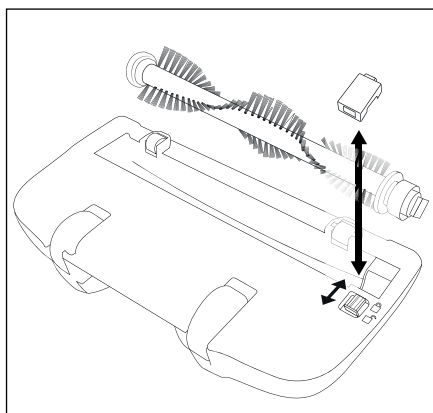

Fig. 5
- 2) Skub låsen på dækpladen i retning af symbolet , så dækpladen kan tages af (fig. 5).
- 7) Sæt dækpladen på igen, indtil den klikker på plads. Afdækningspladen låser, ved at låsen skubbes automatisk i retning af  symbolet (fig. 5).